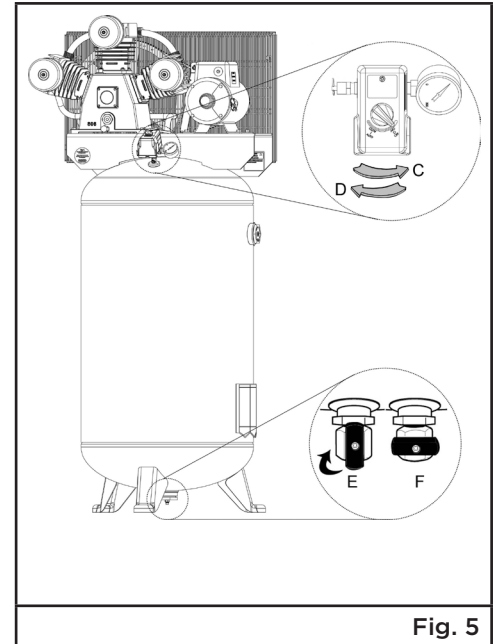

Fig. 5
4. Ouvrez la soupape de vidange (E) en la tournant dans le sens antihoraire.
5. Ouvrez le sectionneur d'alimentation principal. Mettez le pressostat du moteur en position ON (marche) (D). Le moteur devrait se mettre en marche. Laissez le compresseur fonctionner pendant 30 minutes afin de roder les pièces internes. (Fig. 5)
- Fermez la soupape de vidange (F). Tournez dans le sens horaire.
- Mettez le pressostat en position AUTO (D). Le compresseur démarrera et remplira le réservoir jusqu'à la pression de coupure pour ensuite s'arrêter. Alors que l'air comprimé est utilisé, le pressostat redémarrera le moteur automatiquement.
3. Éliminez l'humidité du réservoir après chaque journée d'utilisation. Laissez la soupape de vidange ouverte jusqu'à la prochaine utilisation. Cela permettra à l'humidité de s'évacuer complètement, contribuant ainsi à prévenir la corrosion à l'intérieur du réservoir (fig. 5).